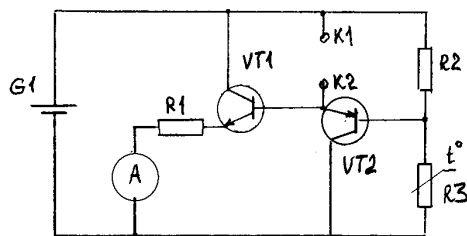

Рис.5
**Резистивный измеритель влажности с автоматической компенсацией влияния температуры** описан в устройстве по патенту Японии 55-33546. В нем измеряется влажность проводящего материала. Чем выше влажность, тем меньше сопротивление испытуемого образца. Но при этом сопротивление образца снижается с повышением температуры окружающей среды. В схеме (рис.5) к испытуемому образцу подключают щупы K1 и K2. Ток через каскад на транзисторе VT2 определяется делителем напряжения на резисторах R2, R3, последний из которых является термистором. При повышении температуры сопротивление термистора уменьшается, и ток через транзистор VT2 должен увеличиться. Но при этом уменьшается и сопротивление образца, включенного между K1 и K2. В результате напряжение на базе транзистора VT1 остается неизменным, и ток, протекающий через амперметр А, не изменяется. Меняется этот ток только при изменении влажности образца. По амперметру определяют влажность образца.